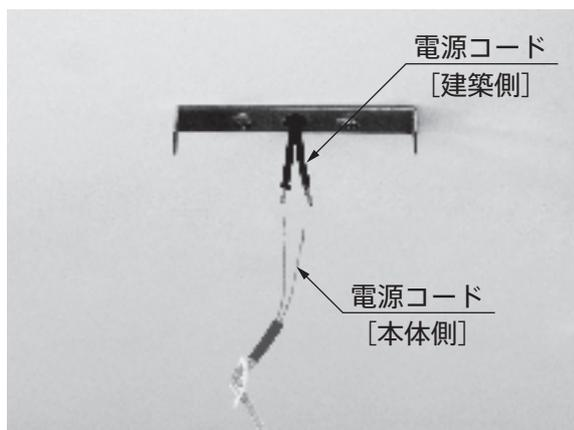

図6
6. 取付金具が隠れるようにカバーキャップを上側へずらし、カバーキャップ固定ネジを締めて固定します。（図6）
7. 電源コードの長さを調整し、電源コード固定ネジを締めて固定します。（図6）